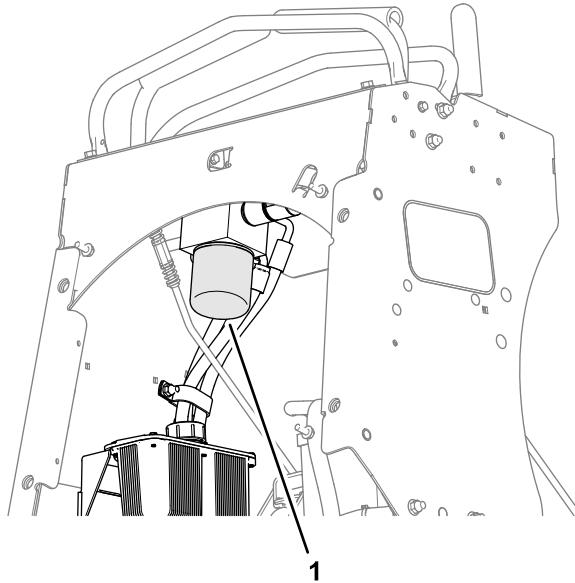

Figure 54
1. Dévissez et déposez le filtre, puis vidangez l'huile (Figure 54).
3. Vissez le filtre dans le sens horaire jusqu'à ce que le joint en caoutchouc rejoigne l'adaptateur, puis vissez-le encore de de 2/3 à 3/4 de tour (Figure 54).